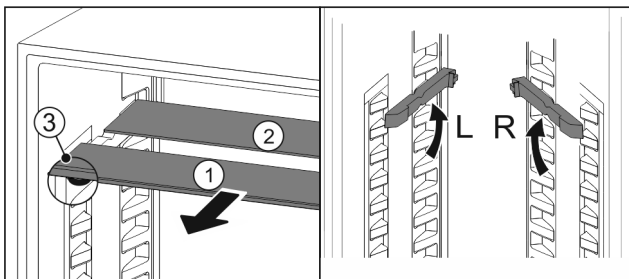

Fig. 149
- estrarre i ripiani di vetro singolarmente tirando in avanti Fig. 149 (1).
- Il piano in vetro Fig. 149 (1) con il motivo ornamentale è nella parte anteriore.
- I fermi Fig. 149 (3) sono rivolti verso il basso.